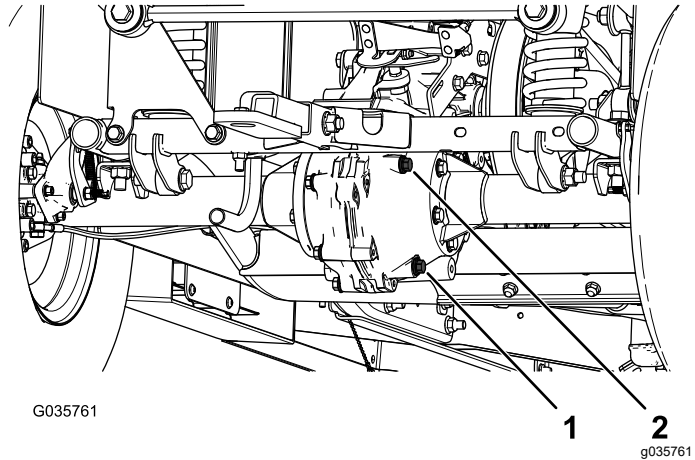

Bild 56
4. Entfernen Sie die Füllschraube am Getriebe (Bild 56).
5. Wenn der Ölstand niedrig ist, nehmen Sie die Füllschraube ab und füllen Sie die angegebene Ölsorte ein, bis das Öl aus dem Loch ausläuft (Bild 56).
1. Stellen Sie eine Auffangwanne unter die Ablassschraube (Bild 56).
2. Entfernen Sie die Füllschraube und die Dichtung (Bild 56).
3. Entfernen Sie die Ablassschraube und die Dichtung und lassen das Öl vollständig ablaufen (Bild 56).